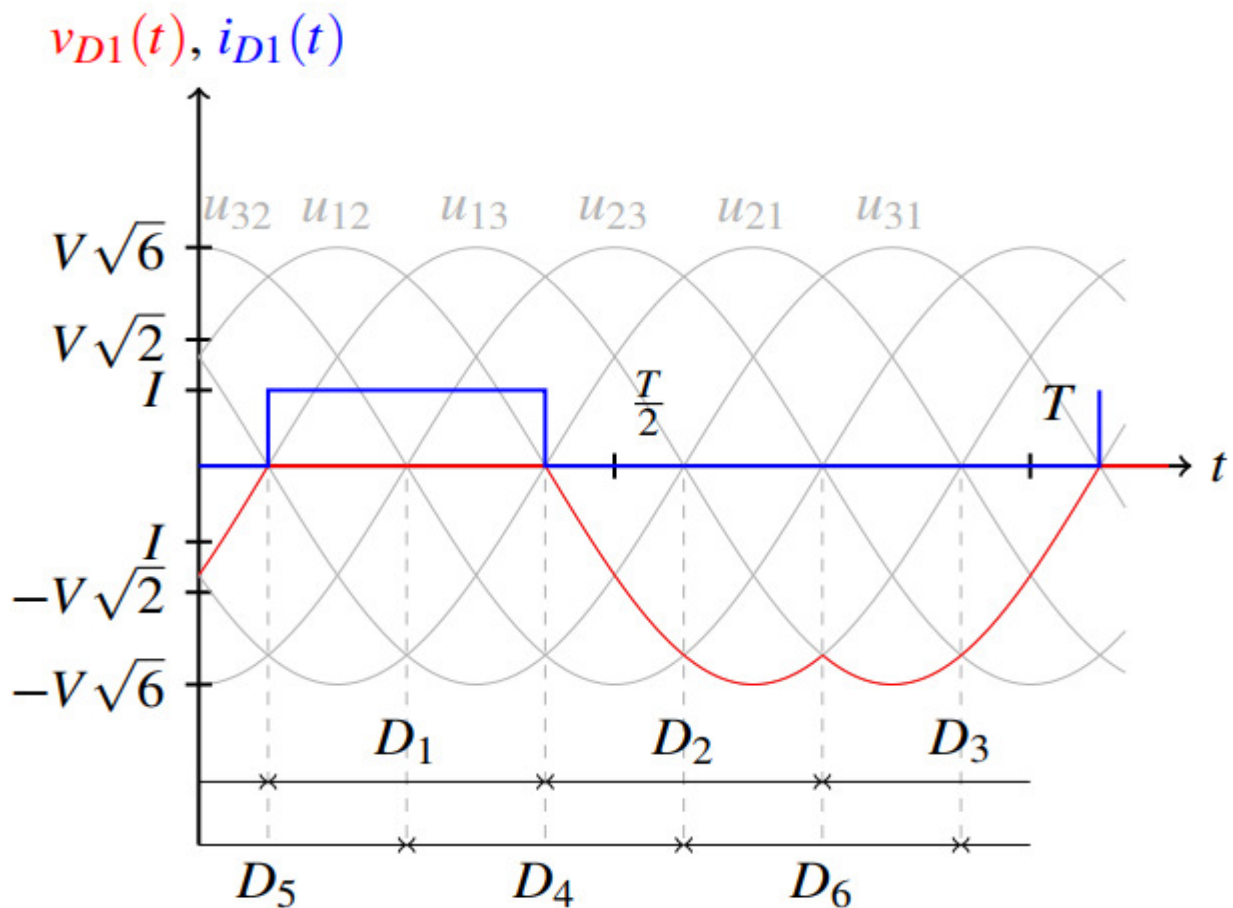

FIGURE 3 – Tension et courant de la diode D_1
3. Pour déterminer la valeur moyenne de la tension de sortie, nous isolerons l'intervalle $[-\frac{\pi}{6}, \frac{\pi}{6}]$ comme représenté sur la FIGURE 3. Sur l'intervalle $[-\frac{\pi}{6}, \frac{\pi}{6}]$, la tension de sortie du PD3 est égale à la tension composée $u_{32}(t)$. La tension moyenne de sortie peut alors s'exprimer de la manière suivante :
L'allure de la tension aux bornes de la diode D_1 est représentée à la FIGURE 3. De façon à dimensionner au mieux une diode, il est impératif de connaître la tension maximale qu'elle est amenée à tenir en inverse (VRM), ce paramètre est défini grâce à la FIGURE 3 :